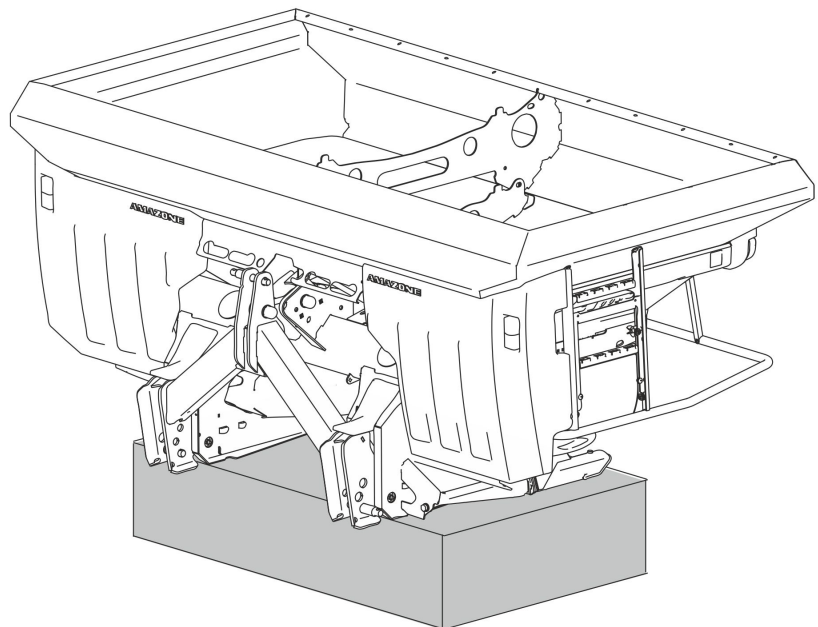

图 44
2. 松脱锁定装置 (图 44/1)。
3. 在刻度尺 (图 44/2) 上查找所需的滑门位置。
4. 将操纵杆 (图 44/4) 的读取边 (图 44/3) 调至对应的刻度值。